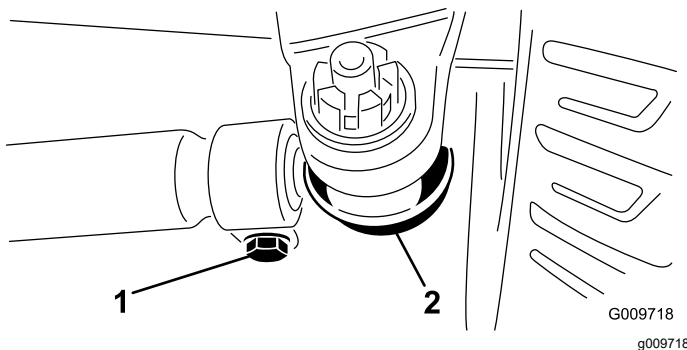

图 74
3. 要调节前束应从任一横拉杆球窝接头卸除开口销和螺母图 74。
5. 拧松横拉杆两端的夹具 (图 74)。